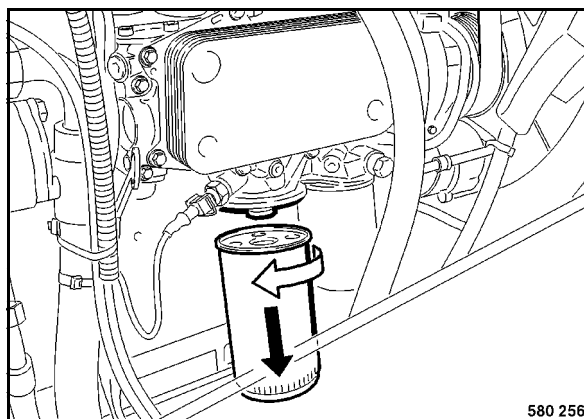

fig. 103
- Nettoyer soigneusement le côté extérieur des cartouches de filtre (fig. 103).